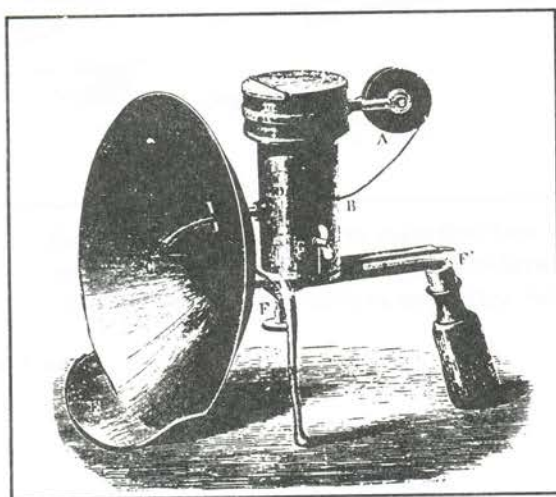

Fig. 1. Lampe til forbrænding af magnesiumtråd.
ind i en flamme, fig. 1. Edward Sonstadt fra Manchester læste om Bunsen og Roscoes fælles forsøg. Sonstadt igangsatte en produktion af magnesium i egnet form. I 1862 og 1863 blev metoden patenteret, og han oprettede Magnesium Metal Compagny. I løbet af et år producerede han tynd magnesiumtråd til en pris af ca. kr 1,00 pr. gram, sølv kostede til sammenligning 20 øre pr. gram. Senere producerede han også magnesiumbånd, efter en idé af fotografen Alfred Brothers. Den første magnesiumholder blev samtidig fremstillet af firmaet (1). Prøver ved portrætfotografering blev taget, men prisen for metallet var stadig høj, selv om den faldt